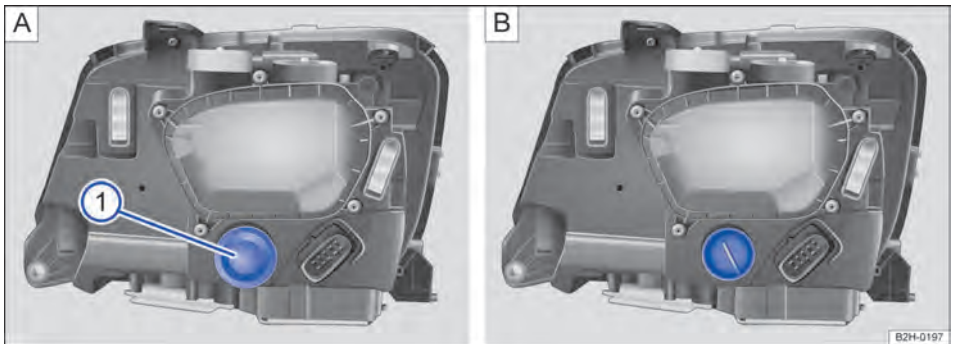

Fig. 194 No compartimento do motor: cobertura no farol de xenônio dianteiro direito: ① indicador de direção.
→ Fig. 194	① Indicadores de direção